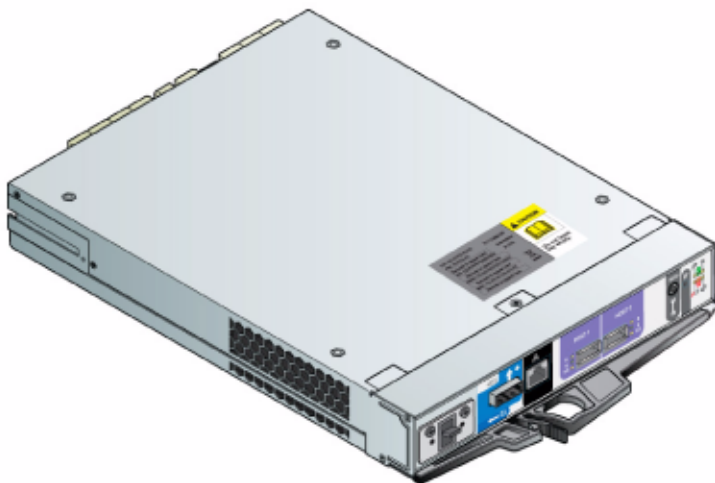
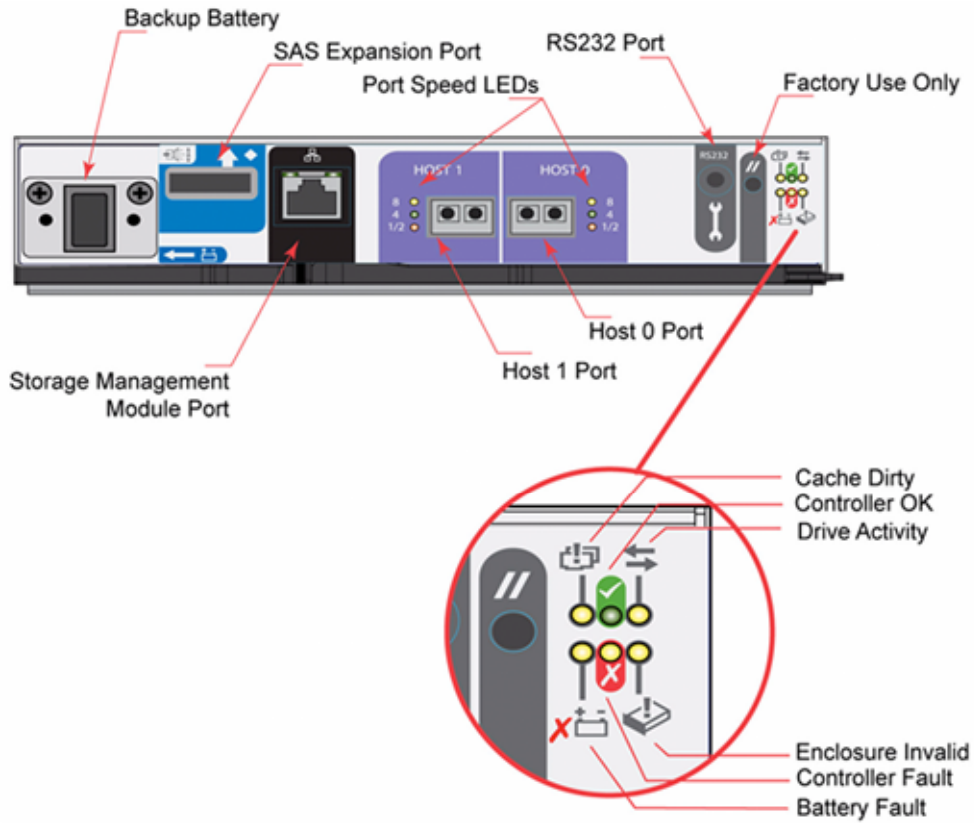

図2-8 F6512E RAID コントローラーモジュール
図2-9 F6512E RAID コントローラーモジュール フロントパネル
- ・ 2つのプラグインRAIDコントローラーモジュールと、それぞれに内蔵されたストレージ管理ソフトウェア「StorView」(図2-8参照)
RAIDコントローラーモジュールには、コントローラーのステータスを表示するLEDインジケータが内蔵されています。LEDステータスの詳細は、図2-9と表2-3を参照してください。
下表はF6512E RAID コントローラーモジュールLEDインジケータの説明です。アイコンの配置については、図2-9を参照してください。
F6512E RAIDコントローラーモジュールには、取り外し可能なバックアップバッテリーモジュールが含まれています。（図2-8、図2-9参照）バッテリーモジュールには、交換が可能なバッテリーパックがあります。（図2-10参照）バッテリーパックはAC電源故障が発生した場合、かつ、コントローラーキャッシュにデータが存在した場合に、最長72時間のバックアップが可能です。